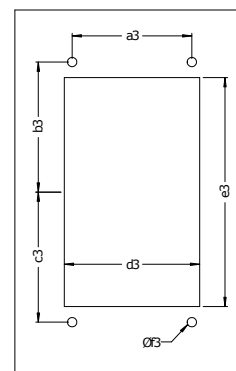

Figura 3.1: Dimensiones externas de los convertidores
Dimensiones externas y posición de los orificios de fijación conforme Figura 3.1. Para más detalles consultar Sección 8.5.
- Posición y diámetro de los orificios de fijación conforme Figura 3.1.
- Dimensiones de la abertura para el montaje de la parte trasera del producto, posición y diámetro de los orificios de fijación, según la figura Figura 3.1.